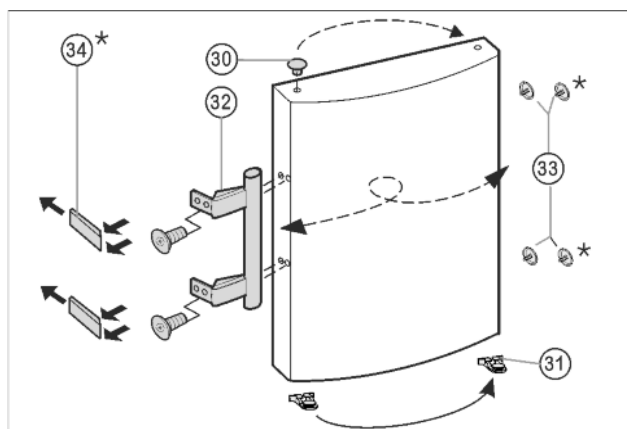

Fig. 8
- Enlever le bouchon Fig. 8 (30) du coussinet de la porte et le permuter de l'autre côté.
- Démonter la poignée de porte Fig. 8 (32), les bouchons Fig. 8 (33) et les plaques d'appui* Fig. 8 (34) et les permuter sur le côté opposé.